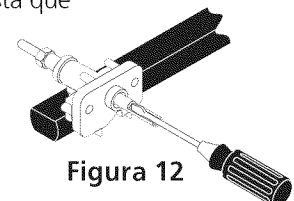

Figura 12
- b. El quemador se deberá encender en cuatro (4) segundos para un funcionamiento normal, después de que el aire haya sido purgado de la tubería de suministro de gas. Controle visualmente que el quemador se haya encendido.
10.4 Ajuste de la Posición LOW (BAJA) Para la Válvula del Quemador Superior (Figura 12)